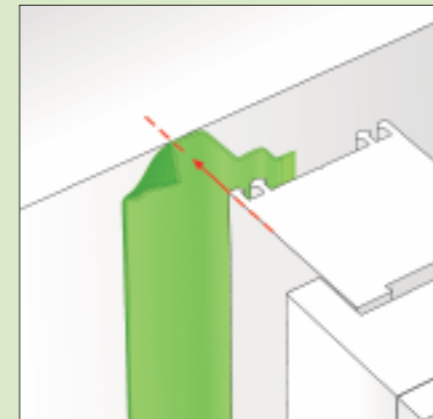

Bild 4: Folie auf die Außenseite des Blendrahmens kleben
- Ankleben an der Außenseite des Blendrahmens (Bild 4).